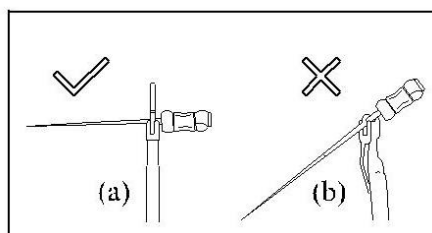

Рисунок 25
- г. Правильный захват эндо-файла (см Рисунок 25). Неправильный захват эндо-файла (см. Рисунок 25)